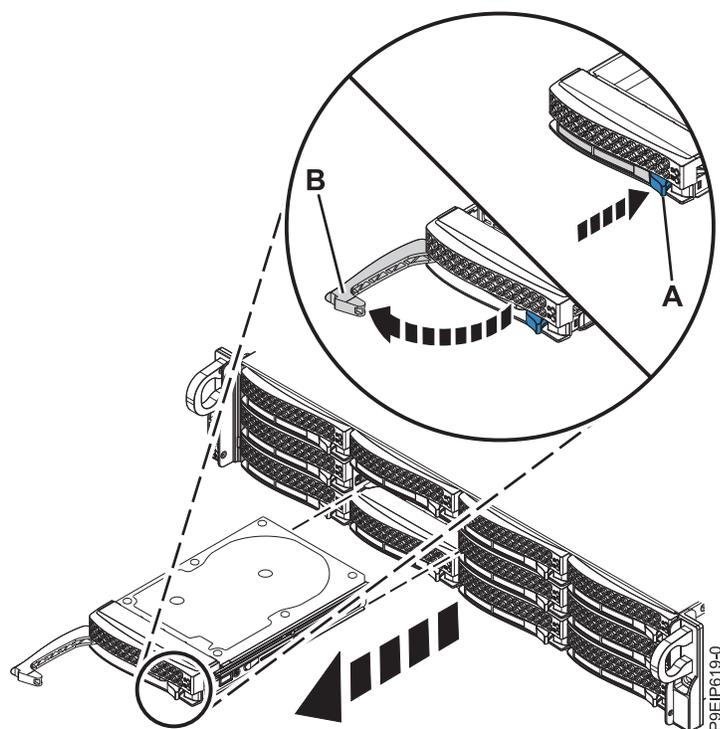

Figura 1. Extracción de una unidad frontal
3. Desbloquee el asa de la bahía de unidad (B) presionando el pestillo del asa (A) como se muestra en la Figura 1. El asa (B) queda fuera hacia usted. Si el asa no queda totalmente hacia fuera, la unidad no se desliza fuera del sistema.